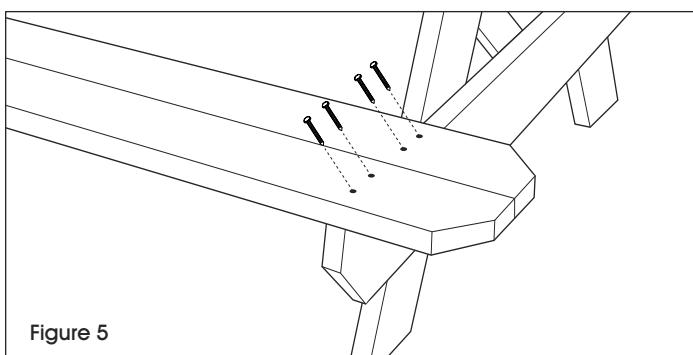

Figure 5
11. Placez le bord extérieur du banc à ras avec les extrémités des renforts de soutien du banc et alignez les extrémités du banc avec le bord du dessus de table. Utilisez une mèche de perceuse de 1/8 po pour percer les trous. Fixez le banc aux renforts de soutien à l'aide de huit vis à bois de 2 1/2 po pour chaque banc. Répétez l'opération pour l'autre banc. (Voir Figure 5).